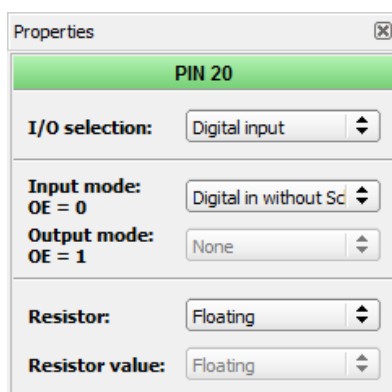

図 3. シフトアップ時の入力設定例
**シフトアップ:** 2 電源 GreenPAK を用いて入力信号のレベルアップを行うためには、入力端子を Vdd2 側に設定します(Digital Input with/without Schmitt Trigger)。そして、Vdd2 を低い方の電源電圧に合わせます。この試験では Vdd は 5V に、そして Vdd2 は入力電圧に合わせて 1.8V とします。入力端子の設定は、図 3 のようになります。